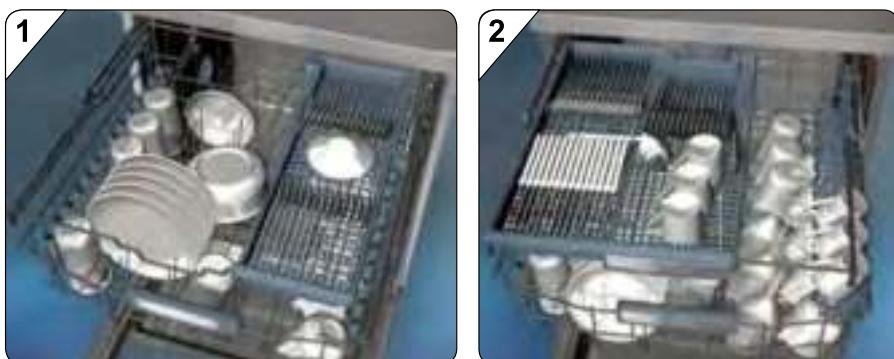

Рис. 13
- В посудомоечных машинах моделей 60312 и 60313 лоток для столовых приборов состоит из двух частей, каждая из которых может быть извлечена отдельно, чтобы получить больше места для посуды в верхней корзине (см. рис.13, иллюстрации 1 и 2).